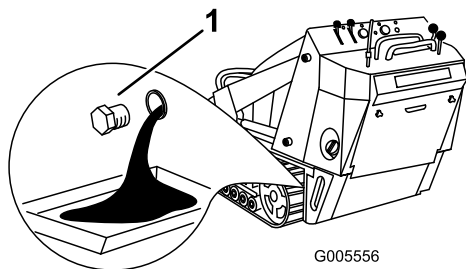

Figura 38
4. Retire el tapón de vaciado (Figura 38).